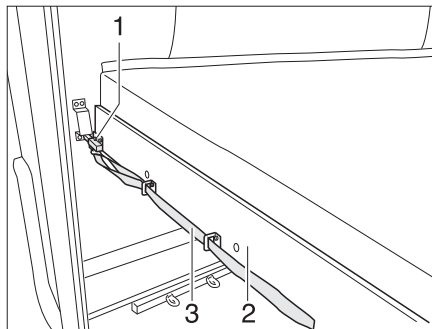

Fig. 141 Lit superposé (arrière)
- Tirer sur la boucle (Fig. 141,3) et désenclencher le verrou (Fig. 141,1).
- Tirer le sommier à lattes (Fig. 141,2) avec le matelas vers l'avant jusqu'à ce qu'il s'enclenche.